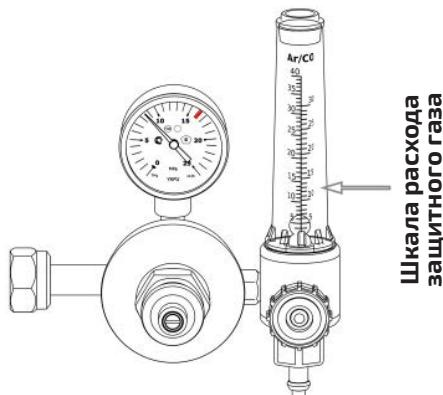

Рис. 8.0.5. Расход защитного газа.
5. С помощью регулятора (см. рис. 8.0.5) установите необходимый расход защитного газа (от 4 до 25 л/мин в зависимости от выполняемых задач (см. табл. 9.15.2, 9.15.3)).